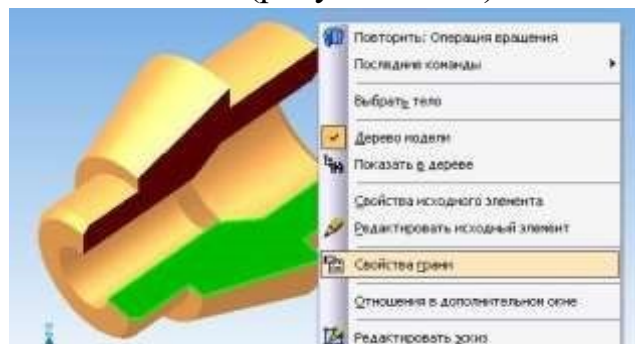

Рисунок 15.20 – Контекстное меню
10. Отключите *Конструктивные плоскости* и *Начало координат* командой *Скрыть все объекты* . Измените *Цвет* и *Оптические свойства* модели, *Свойства граней* выреза (например, цвет), выбрав их ЛК мыши и открыв ПК мыши *Контекстное меню* (рисунок 15.20).